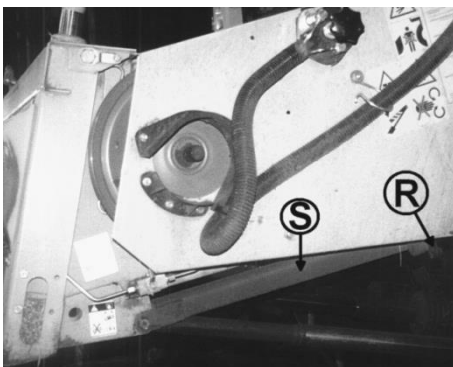

Abb.9
Batterieschalter einschalten. Die Sicherheitsstütze heben (S) und im Griff (R) blockieren. (Abb.9)